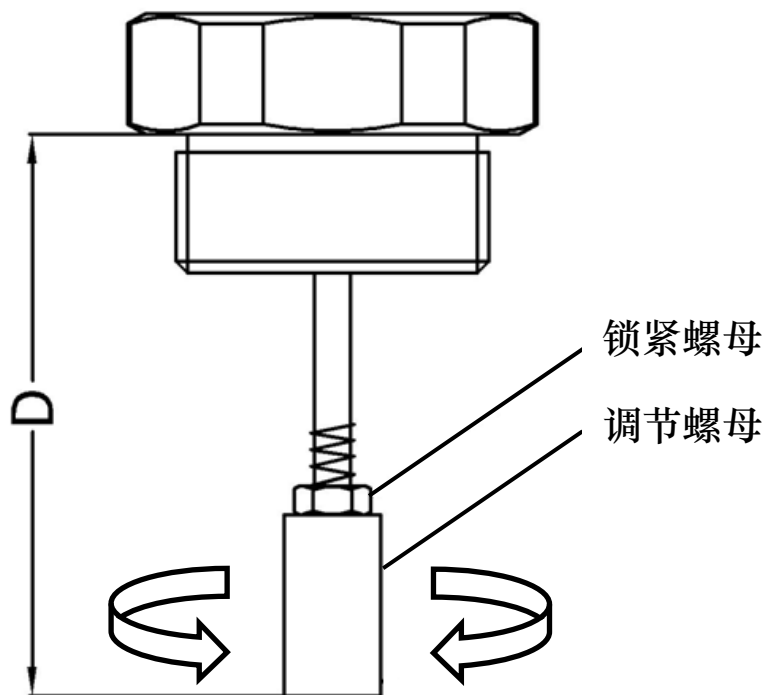

图39. 调节 D 值
- 调节位移传感器的调节螺母，然后在位移传感器完全松开状态下用深度尺测量 D 值（图 39 中标注所示）。计算压缩量  $L1 = D - C1$ ， $L2 = D - C2$ 。建议尽可能使 L1 和 L2 的值在下表所示的参考范围内。如果 L1 或 L2 的值无法满足在下表所示的参考范围内，则可根据实际情况调节 D 值。